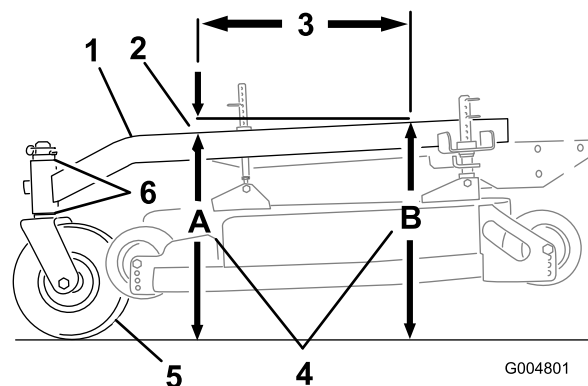

Figura 58
El bastidor de tiro debe tener una inclinación longitudinal de entre 3 mm y 9 mm a lo largo de 61 cm (Figura 58).
1. Mida 61 cm en el bastidor de tiro (Figura 58).
2. Mida la altura del bastidor de tiro en la posición **A** (Figura 58).
3. Mida la altura del bastidor de tiro en la posición **B** (Figura 58).
4. La altura en la posición **A** debe ser de 3-10 mm menor que la de la posición **B** (Figura 58).
5. Si la inclinación del bastidor de tiro no es la correcta, mueva los espaciadores de las ruedas giratorias para obtener una inclinación de 3-10 mm (Figura 58).